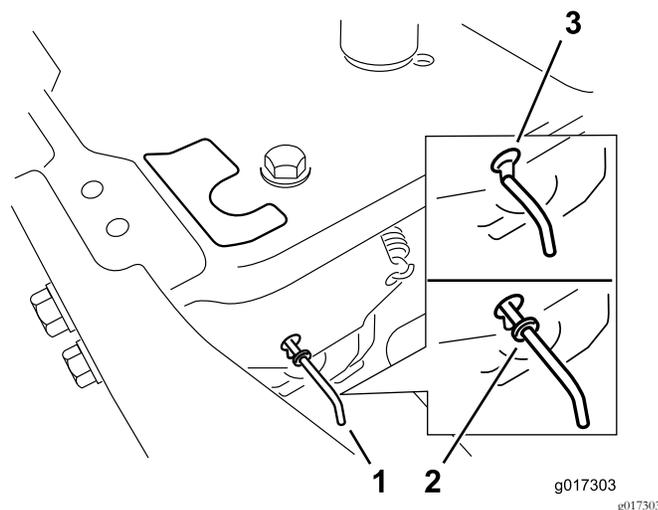

Figura 28
4. Spostate in avanti le leve di bypass attraverso il foro della chiavetta, quindi verso il basso per bloccarle in posizione (Figura 28).
Spostatate indietro le leve di bypass attraverso il foro della chiavetta, quindi verso il basso per bloccarle in posizione, come illustrato in Figura 28.